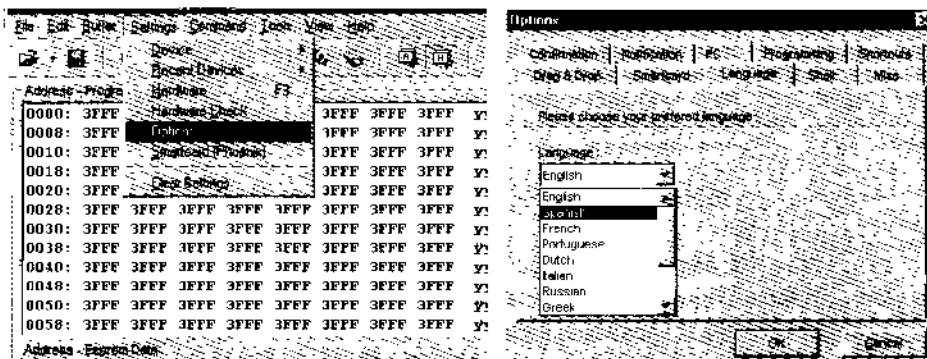

Figura 3-9 Elección del idioma
- 3º Para cambiar el idioma se debe seleccionar en el menú *Setting > Options > Language* y elegir el idioma (figura 3-9).